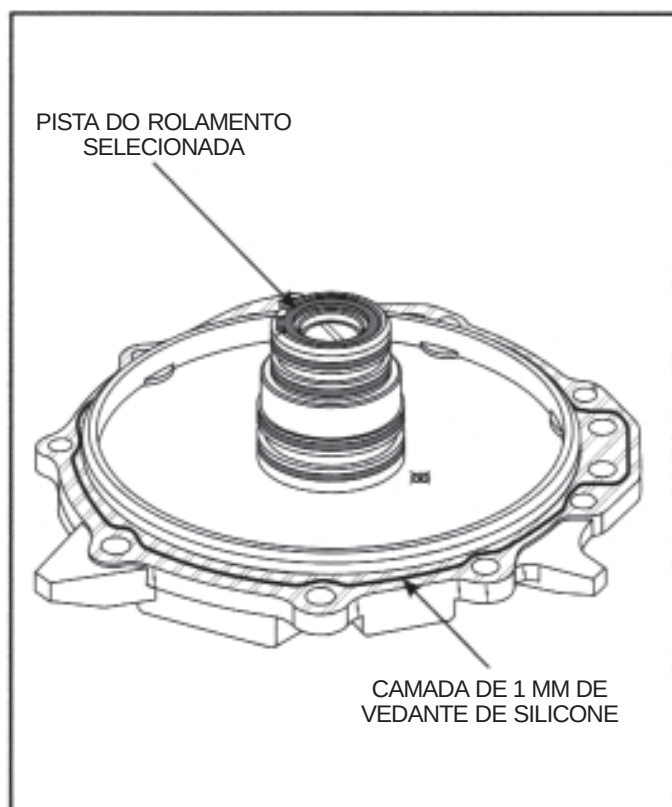

Figura 178
52. Instale na tampa externa a pista do rolamento selecionada, fixando-a com pasta de montagem, conforme ilustrado na Figura 178.
53. Aplique na superfície da tampa externa uma camada de 1 mm de vedante de silicone (ou equivalente), conforme ilustrado na Figura 178.